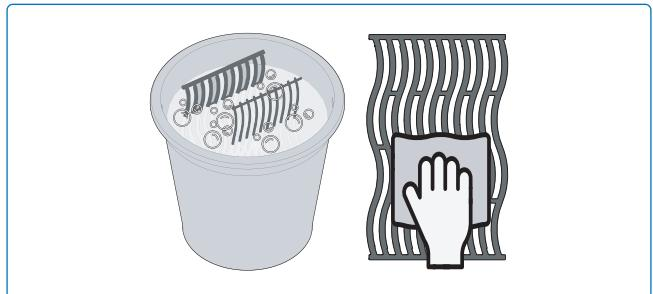

Abb. 17
- Spülen Sie mit heißem Wasser ab und trocknen Sie gründlich mit einem weichen Tuch, um Rost zu verhindern (**Abb. 17**).